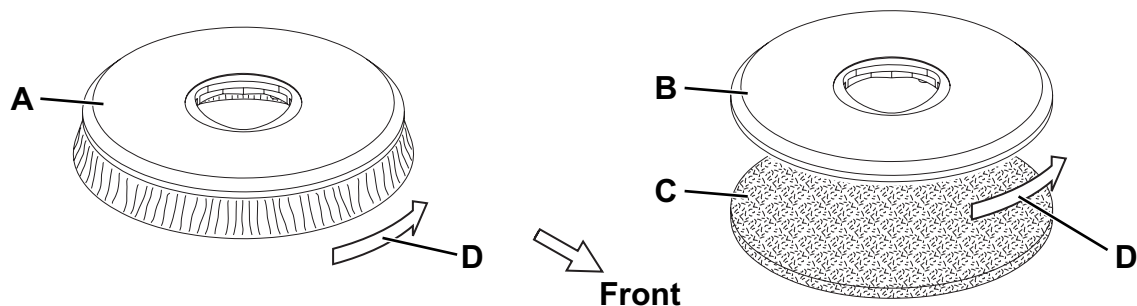

Abbildung 1
Je nachdem, welcher Boden gereinigt werden soll, können die Bürste (A, Abb. 1) oder der Padhalter (B und C) montiert werden.
1. Bürsten-/Padhalterkopf (12) durch Herunterdrücken des Schubbügels (1) anheben.
2. Bürste (A, Abb. 1) oder Padhalter (B und C) unter dem Kopf positionieren (12).
3. Kopf (12) mit dem Schubbügel (1) absenken.
4. Wählschalter (32) auf eines der angegebenen Programme stellen.
5. Die Betätigungshebel Bürsten (40) und die Freigabetaste (39) gemeinsam für einige Sekunden betätigen, damit die Bürste/der Padhalter einrastet.
6. Gerät durch drehen des Wählschalters (32) in Stellung 0 ausschalten.
7. Bürsten-/Padhalterkopf durch Herunterdrücken des Schubbügels (1) leicht anheben. Bürste/Padhalter manuell austrasten: Bürste/Padhalter ruckartig in Drehrichtung drehen (D, Abb. 1).